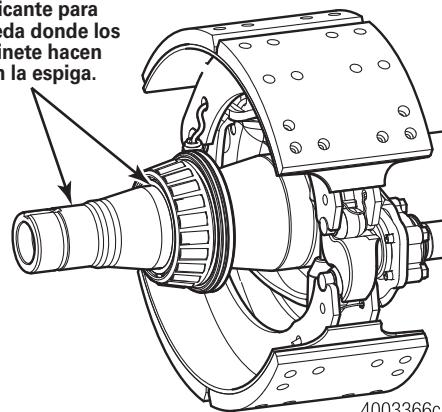

Figura 13.3
- Aplique una capa ligera de lubricante para extremo de rueda en los muñones de cojinete de espiga del eje para ayudar a protegerlos del desgaste por corrosión. Figura 13.3.